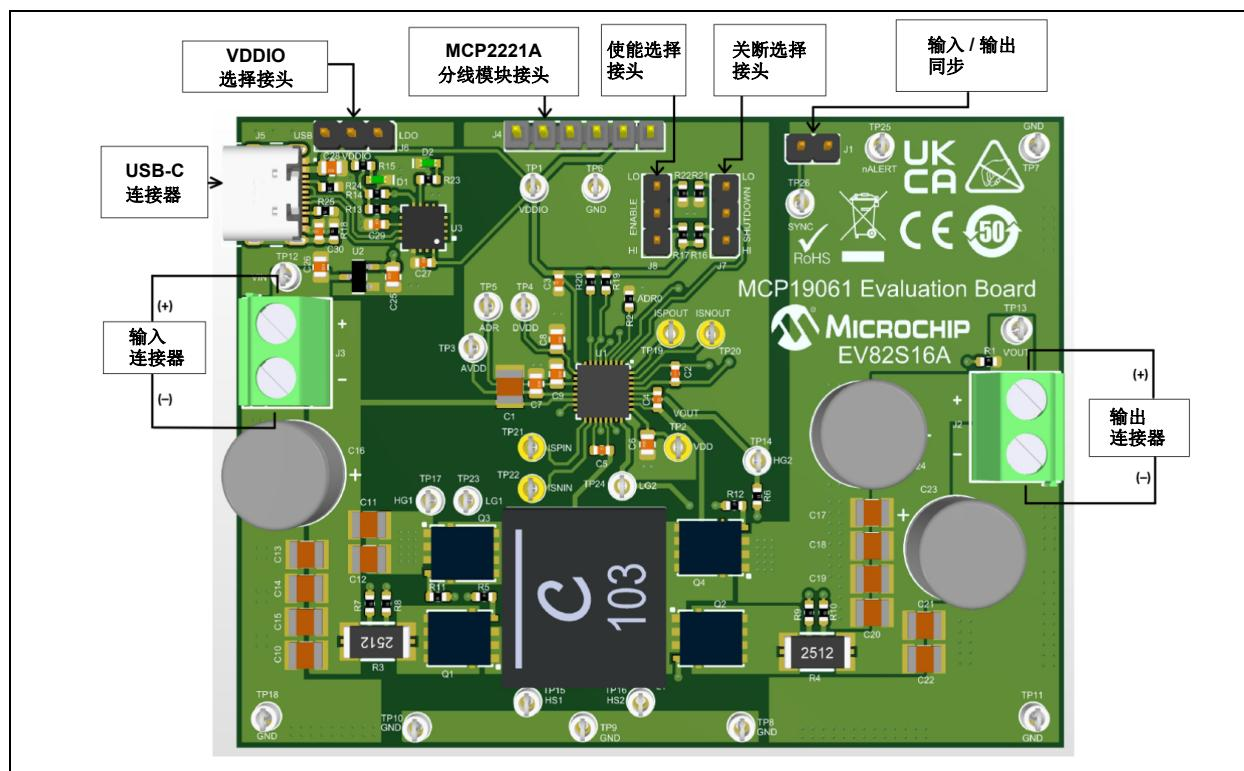

图 2-1：MCP19061 四开关降压 - 升压评估板——俯视图
1. 以正确极性将电子负载连接至 J2（正极 (+) 和负极 (-) 如图 2-1 中所示）。
2. 以正确极性将可调直流电源连接至 J3（正极 (+) 和负极 (-) 如图 2-1 中所示）。